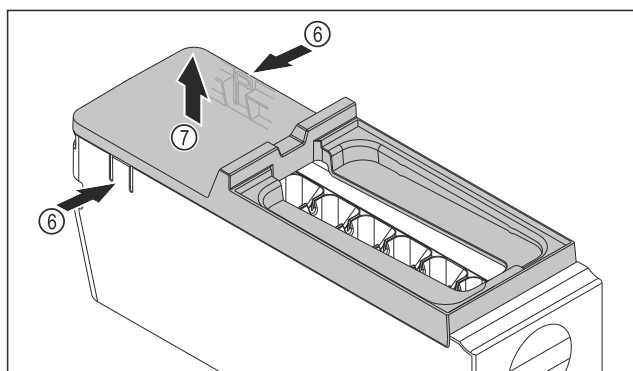

Fig. 132
- ▶ Retirer le couvercle du corps de l'EasyTwist-Ice : D'une main, pousser les languettes Fig. 132 (6) des deux côtés du corps de l'EasyTwist-Ice.
- ▶ De l'autre main, retirer le couvercle Fig. 132 (7) vers le haut.